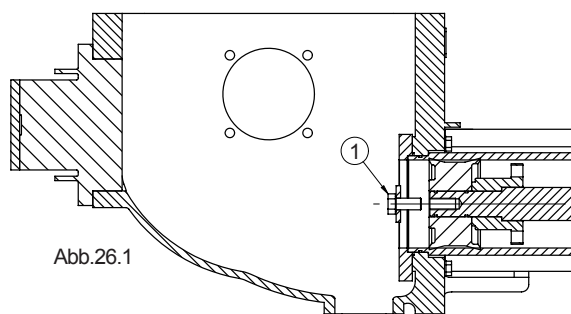
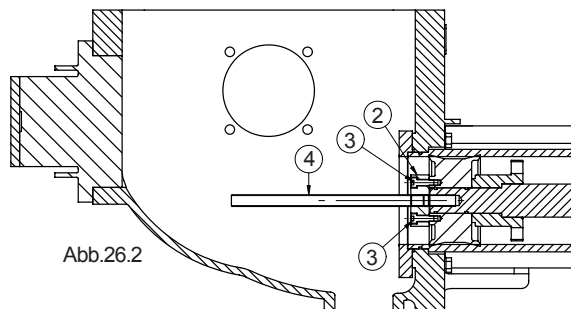
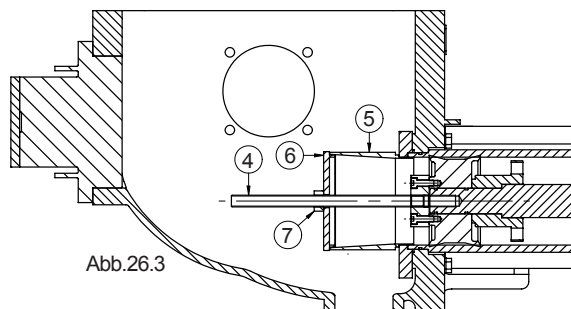

Abb.26.1
Abb.26.2
Abb.26.3
- Die Kopfschraube (Abb.26.1 Pos.1) lösen, die Ausziehvorrichtung (Abb.26.2 Pos.2) auf den Kolben setzen und die zwei Schrauben (Abb.26.2 Pos.3) zudrehen.
- Die Verstrebung (Abb.26.2 Pos.4) bis zum Anschlag in die Ausziehvorrichtung einschrauben, die Zentrierhülse (Abb.26.3 Pos.5) an der Verschleißplatte anbringen, den Deckel (Abb.26.3 Pos.6) aufsetzen und mit dem Zugschrauben der Mutter (Abb.26.3 Pos.7) beginnen; durch Zugschrauben der Mutter wird der Kolben (Abb.26.4 Pos.8) aus dem Zylinder herausgezogen.